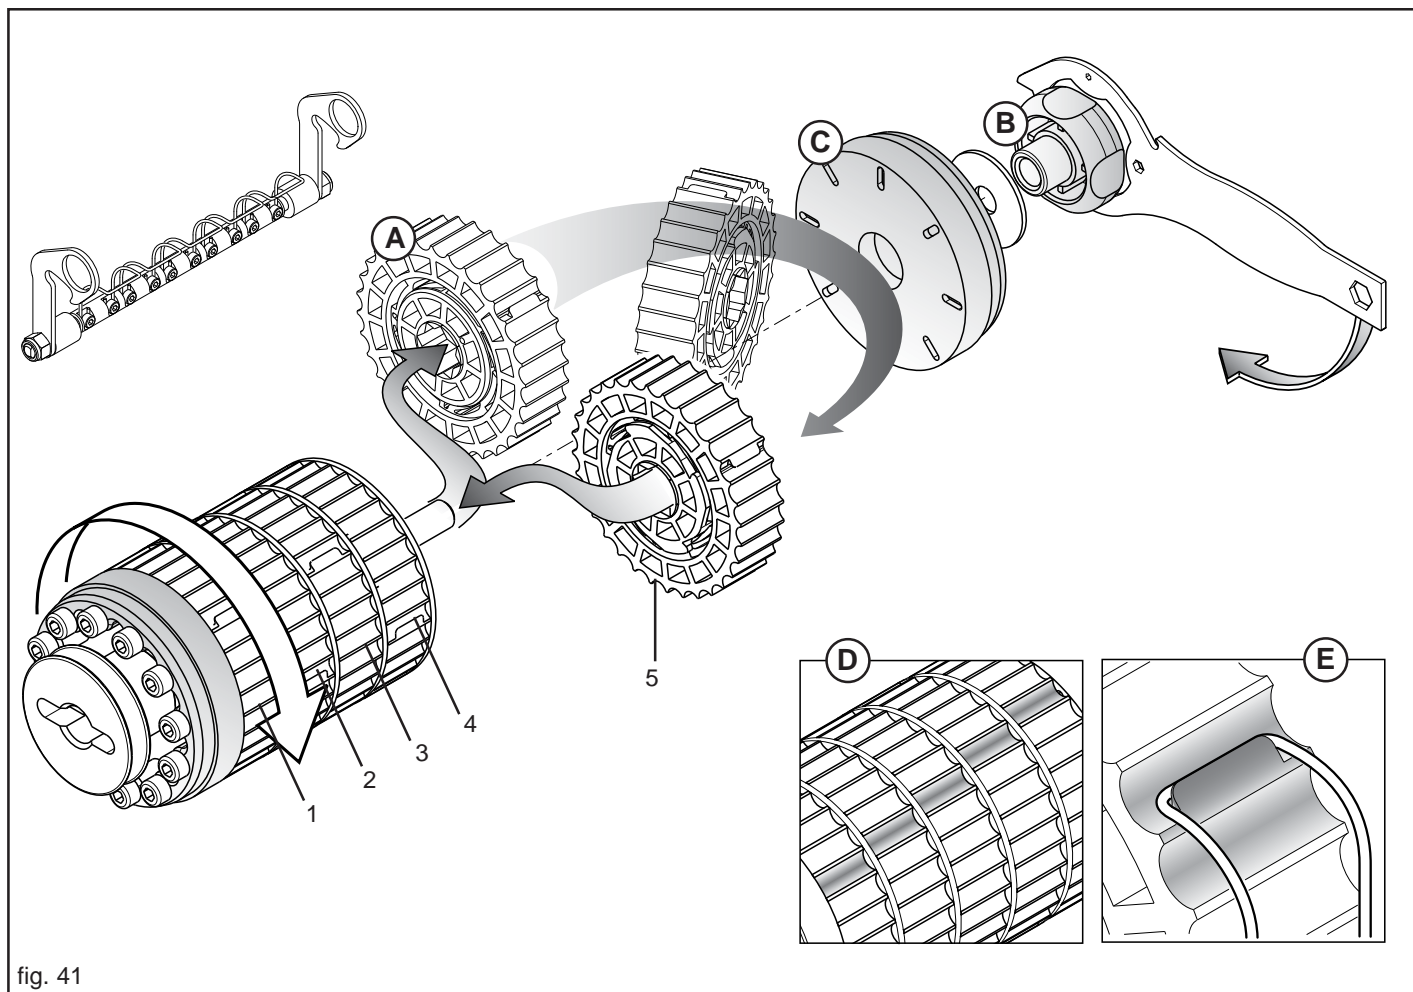

fig. 41
Considerando que cada sector (A, Fig. 41) distribuye el 20% del producto de todo el rodillo dosificador, es posible aumentar los sectores de trabajo y reducir respectivamente la velocidad de rotación del cambio para obtener una distribución homogénea.
Tras haber desmontado el rodillo de dosificación de la máquina, utilice la llave en dotación para destornillar el pomo (B, Fig. 41) y quitar la rosca de bloqueo (C). Quitar el sector o los sectores a activar e instalarlos rotándolo 180°, **respetando las posiciones** (1-2-3-4-5, Fig. 41).
Al instalar nuevamente los sectores, verifique que en condiciones de trabajo las acanaladuras de los sectores activos se encuentren escalonadas las unas respecto a las otras (D, Fig. 41), para garantizar continuidad en la distribución.
Coloque nuevamente la rosca de bloqueo, apriete el pomo con la llave en dotación e instale nuevamente el rodillo en la máquina. Bloquear el elemento limpiador en la posición de funcionamiento verificando que los resortes enganchen los sectores excluidos (E, Fig. 41) para impedir su rotación y, por lo tanto, la distribución.